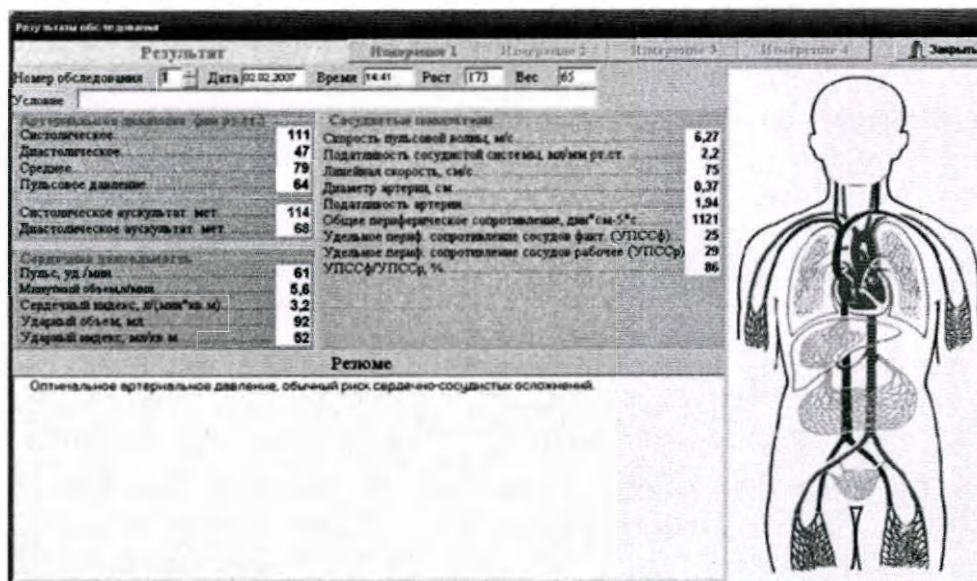
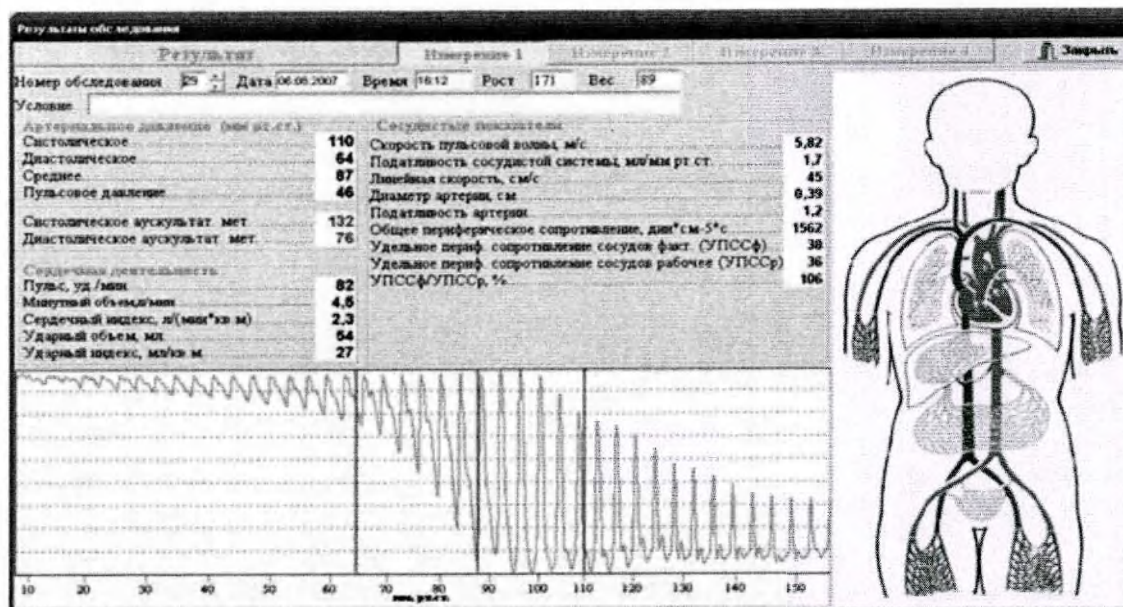

Рис. 22. Вкладка «Таблица измерений» окна «Результаты обследования»
Рис. 23. Вкладка «Измерение» окна «Результаты обследования»
- выбрать нужную форму представления информации – таблицу или осциллограмму, щелкнув на одной из вкладок: «Результат» (рис. 22), «Измерение1» (рис. 23);
На вкладке «Результат» (рис. 22) один из номеров сигнала всегда выделен темно-серым цветом - сигнал с этим номером выбран для просмотра и является активным в данный момент времени.